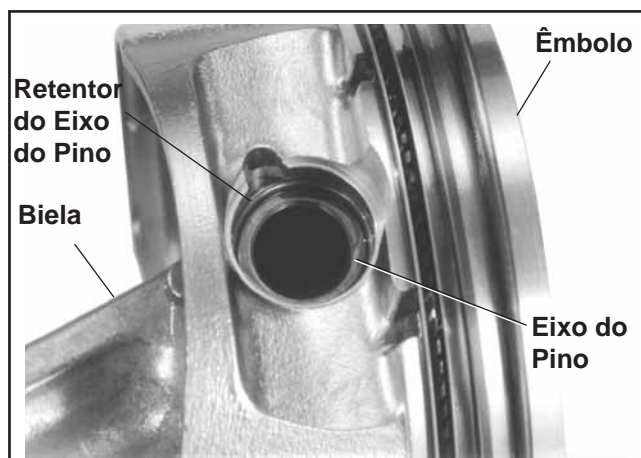

Figura 11-5. Instalar o Pistão na Biela.
1. Monte o êmbolo, a biela, o pino do êmbolo e os retentores do pino do êmbolo. Consulte a Figura 11-5.